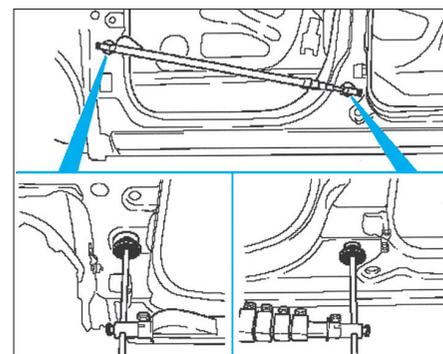

FIG. 32
- Ajuster et mesurer à la pige le pied avant (Fig.32) et (Fig.33) :
- Largeur avant : 983 mm (Fig.32).